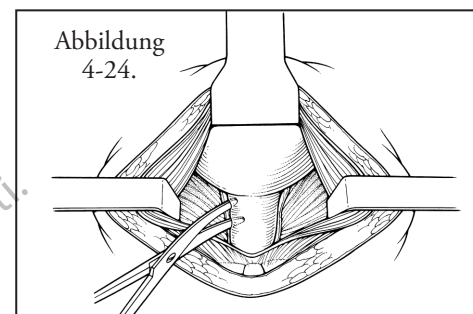

Abbildung 4-24.
1. Zu Beginn des Eingriffs wird eine suprapubische Inzision gesetzt. Die Präparation erfolgt um den Blasen Hals herum (**Abbildung 4-24**).